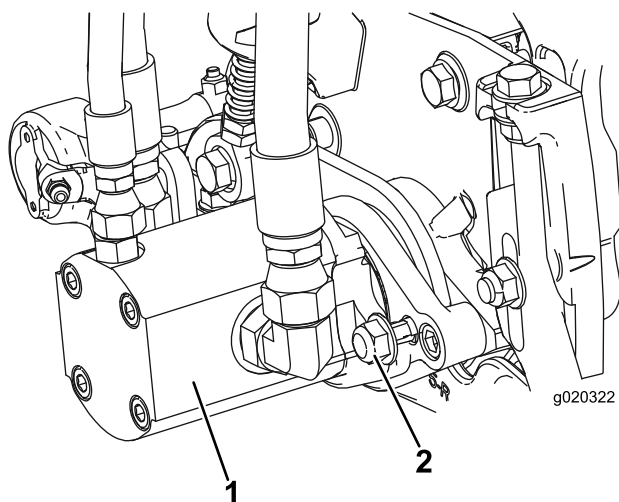

Figura 10
15. Instale el motor girándolo en el sentido de las agujas del reloj de modo que las bridas del motor no choquen con las contratuercas (Figura 10). Gire el motor en sentido antihorario hasta que las bridas rodeen las tuercas, luego apriete las tuercas.